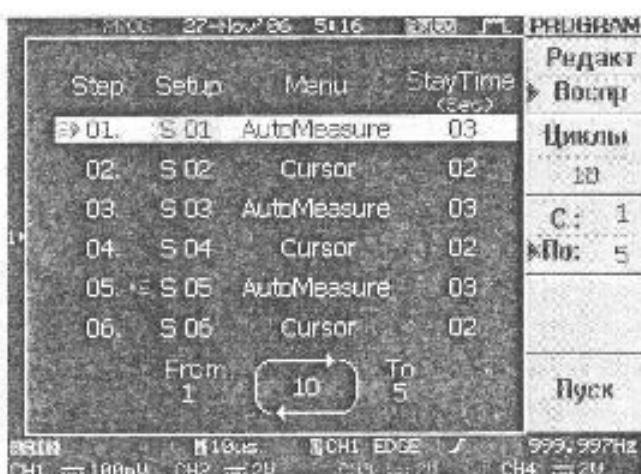

Рис. 8-31. Окно меню «Программирование» в режиме «Воспроизведение»
**Редактирование/Воспроизведение:** Нажмите кнопку F1 и выберите меню «Воспроизведение». В этом пункте меню задаются условия воспроизведения заранее записанной программы. Окно меню «Программирование» в режиме «Воспроизведение» представлено на рис. 8-31.